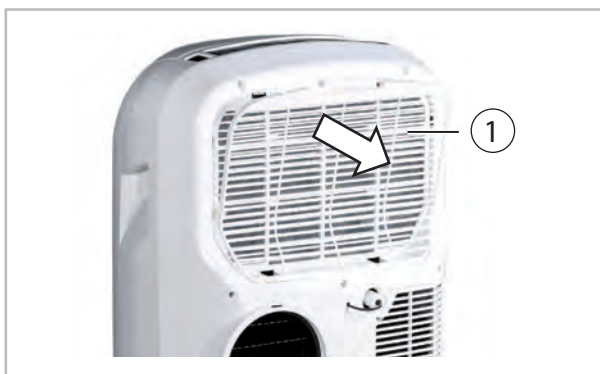

Abb. 13: Filterentnahme
2. ➤ Ziehen Sie den Filter aus dem Gerät (Abb. 13).